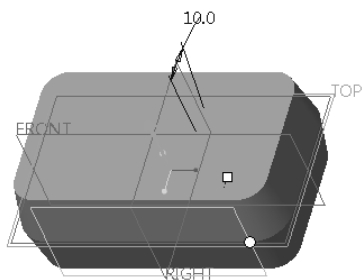

图 6-74 预览拔模几何
7) 在“拔模”选项卡中输入角度 1 “10”，然后单击位于角度 1 右侧的  (反转角度以添加或去除材料) 按钮以更改其拔模侧，更新的预览拔模几何如图 6-74 所示。